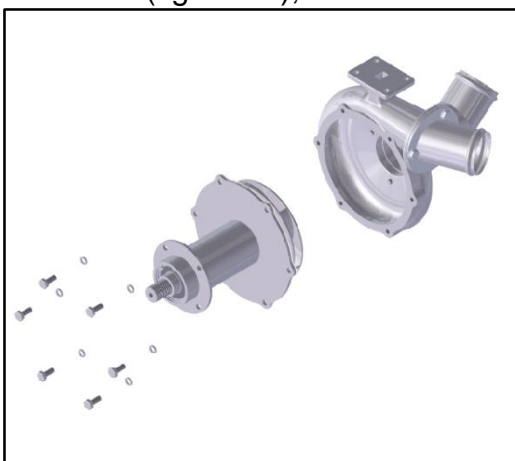

Figura 14: remoção dos parafusos que unem o caracol e o mancal.
- g) Com uma chave 7/16" remova os parafusos que unem o caracol ao mancal (figura 14).